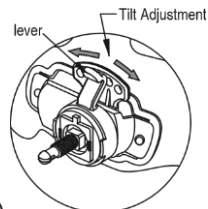

Abb. 4
- DIE NEIGUNG: Die Winkeleinstellung befindet sich auf der rechten Seite des Gesichtsschutzes. Lösen Sie die rechte Kontermutter und drücken Sie das obere Ende des Einstellhebels nach außen, bis die Anschlaglasche des Hebels die Kerben freigibt. Drehen Sie dann den Hebel nach vorne oder hinten in die gewünschte Neigungsposition, ohne die Gesichtsabdeckung zu entfernen. Der Anschlag rastet beim Loslassen automatisch wieder ein (siehe Abb. 4) und arretiert den Gesichtsschutz in seiner Position (siehe Abb. 4).